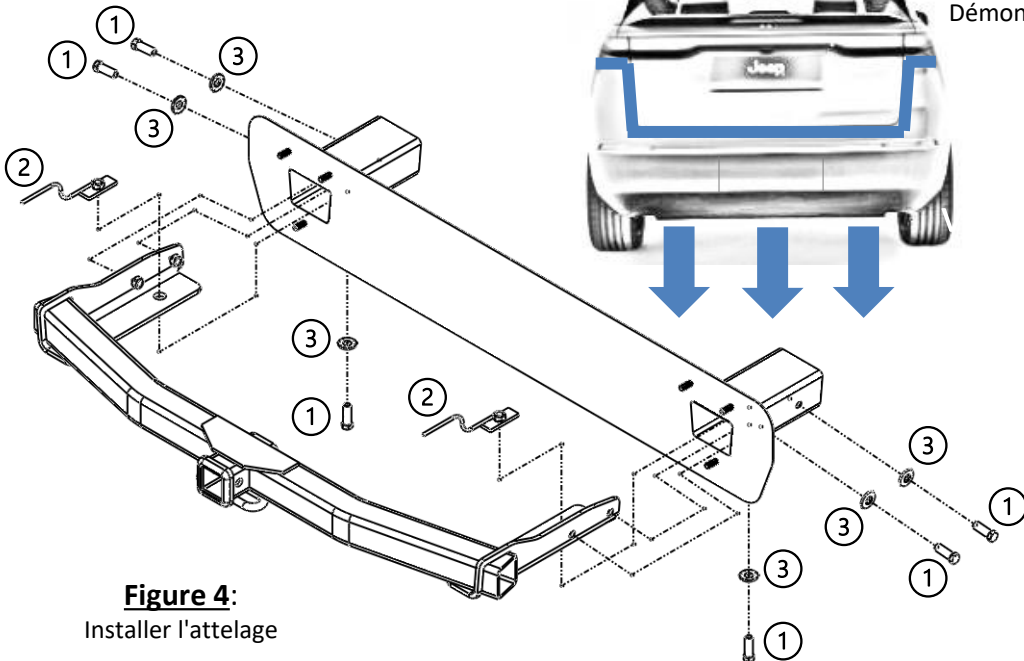

Figure 4:
- Installer l'attelage:** Insérer les supports latéraux dans l'extrémité du cadre (figure 4), puis aligner le bloc avec le plus grand trou de chaque support à l'intérieur du cadre. Démarrez à la main les (6) boulons M12.
Insérer les supports latéraux dans l'extrémité du cadre (figure 4), puis aligner le bloc avec le plus grand trou de chaque support à l'intérieur du cadre. Démarrez à la main les (6) boulons M12.